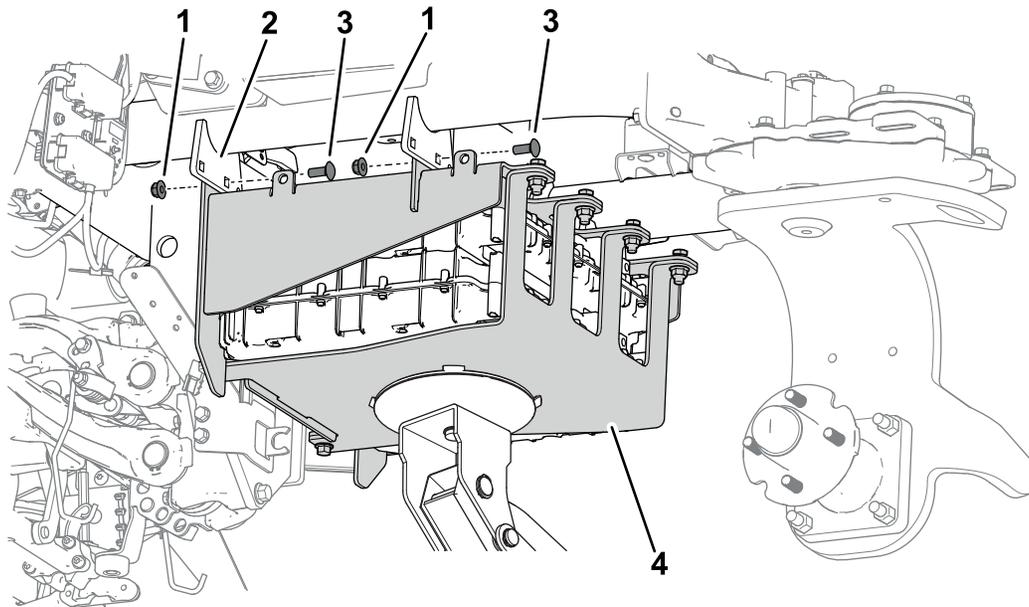

Figura 22
B. Utilizzate 4 bulloni a testa tonda ( $\frac{3}{8}$ " x 1") e 4 dadi flangiati ( $\frac{3}{8}$ ") per fissare il gruppo batterie al telaio della macchina (Figura 22).